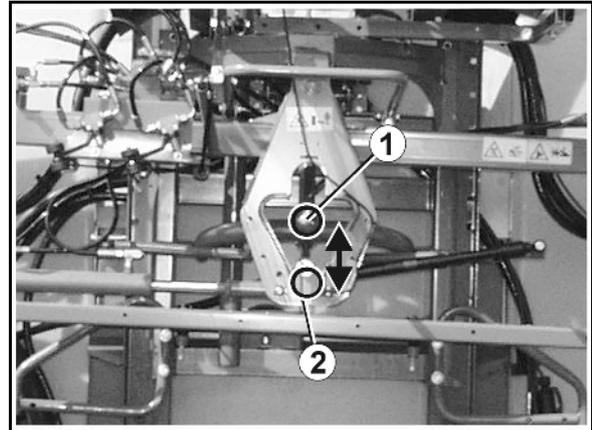

Fig. 60
Åbning af svingningsudligning (Fig. 60/1):
- Svingningsudligningen er låst op (Fig. 60/1), når der vises et „åbent-lås“-symbol i displayet på **AMATRON⁺**.
- Den åbnede svingningsudligning (Fig. 60/1) og den udklappede sprøjtebom svinger frit i forhold til bomholderen. På illustrationen er svingningsudligningens afskærmning fjernet for at give bedre udsyn.
Låsning af svingningsudligning (Fig. 60/2):
Svingningsudligningen er låst (Fig. 60/2), når der vises et „lukket-lås“-symbol i displayet på **AMATRON⁺**.